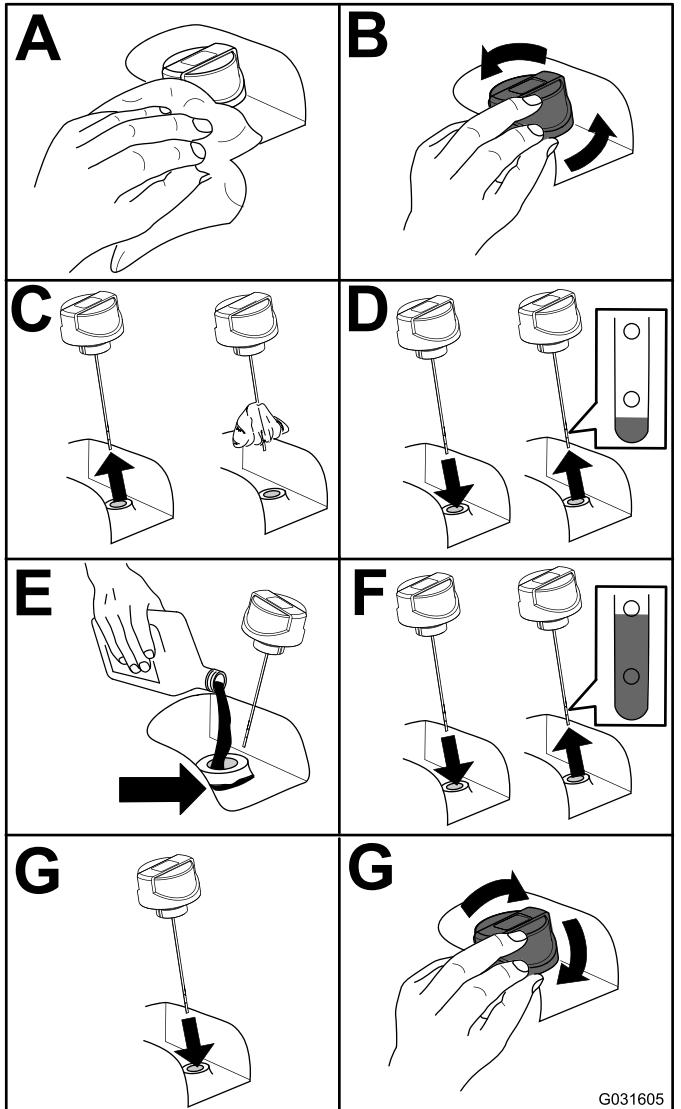

Figura 59
2. Compruebe el nivel de fluido hidráulico (Figura 59).
5. Llene el depósito con fluido hidráulico (Figura 59).